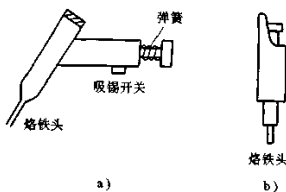

图 2-44 吸锡烙铁外形示意图
(1) 吸锡烙铁。吸锡烙铁是一个能够熔解焊锡的电烙铁,同时它还具有吸锡功能。在焊锡熔解后,吸锡烙铁将引脚焊点上的焊锡吸掉,如图 2-44 所示是两种吸锡烙铁的外形示意图。